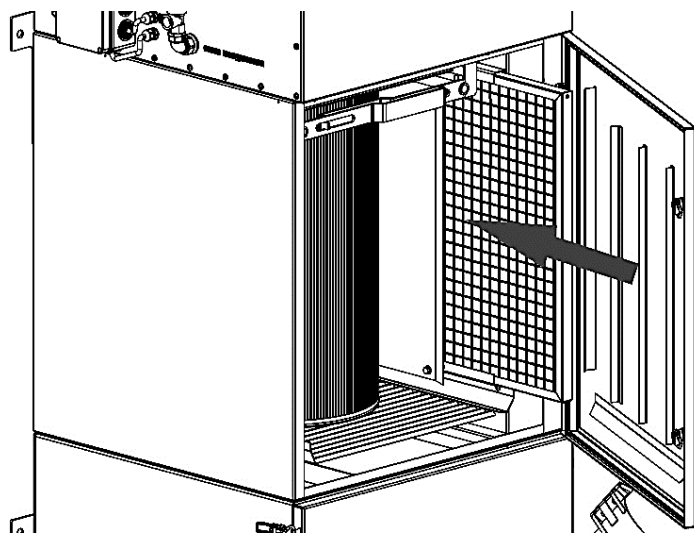

Рисунок 7
5.6.2 Для установки префильтра необходимо открыть дверь фильтра, установить префильтр в направляющие и задвинуть его в фильтровальную камеру до упора (рисунок 7).